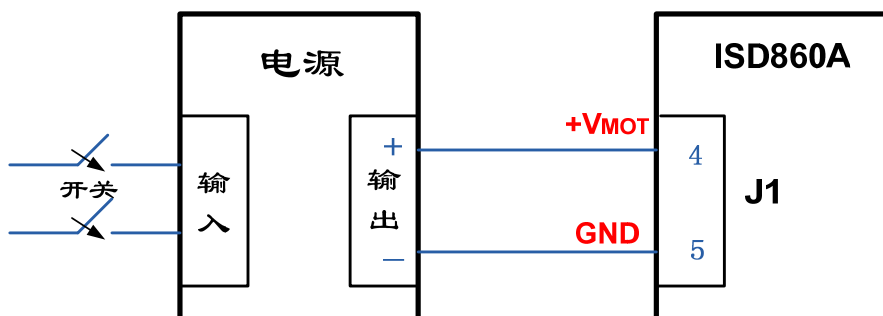

图 3.6. J8—电机电源连接—推荐采用冲击电流限制的供电电源
- a) 如果电机电源 VMOT 突然打开，冲击(in-rush)电流能达到一个很高的值将损坏驱动器。为限制冲击电流，最好用内部带软启动的供电电源。因此，推荐将电机电源的开关放在供电电源的输入端（见图 3.6）而不是放在输出也就是电源和驱动器之间。